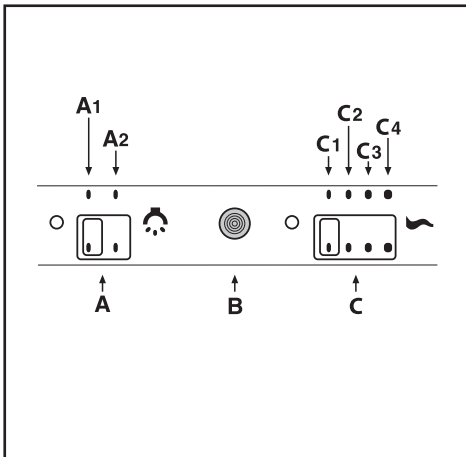

Fig.11
• **Mandos slider (Fig.11)** le symbole sont le suivant: